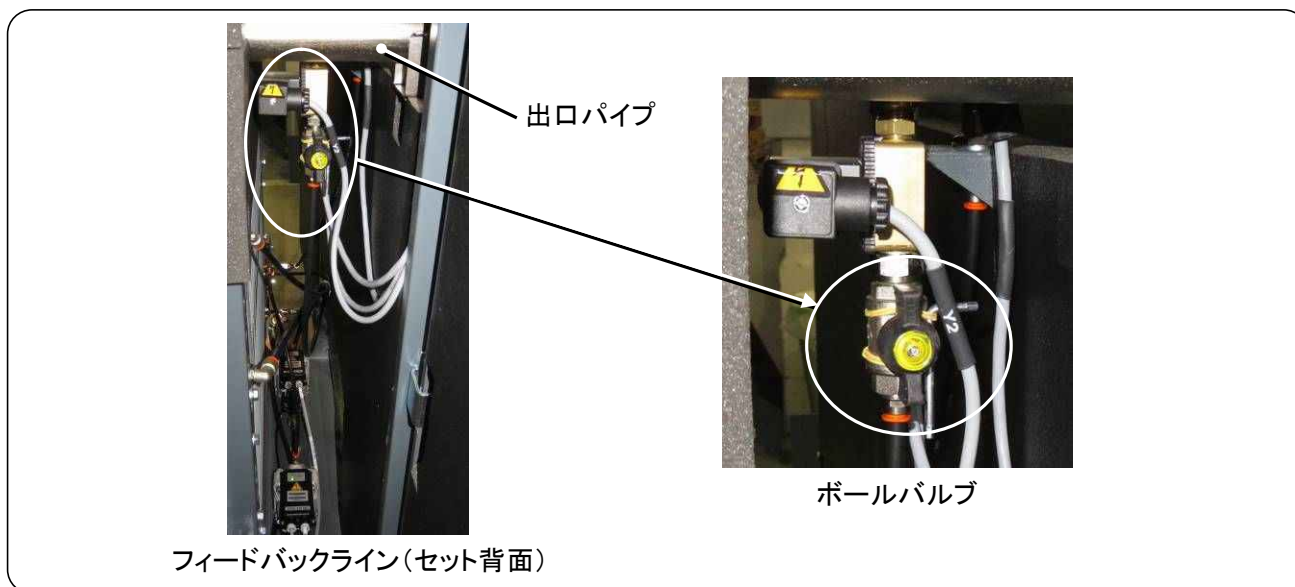

図5.4 フィードバックライン
- 2) インタークーラ圧力の調整は、出口パイプからインタークーラに接続された配管(フィードバック配管)に設けられたボールバルブで行います。(図5.4)